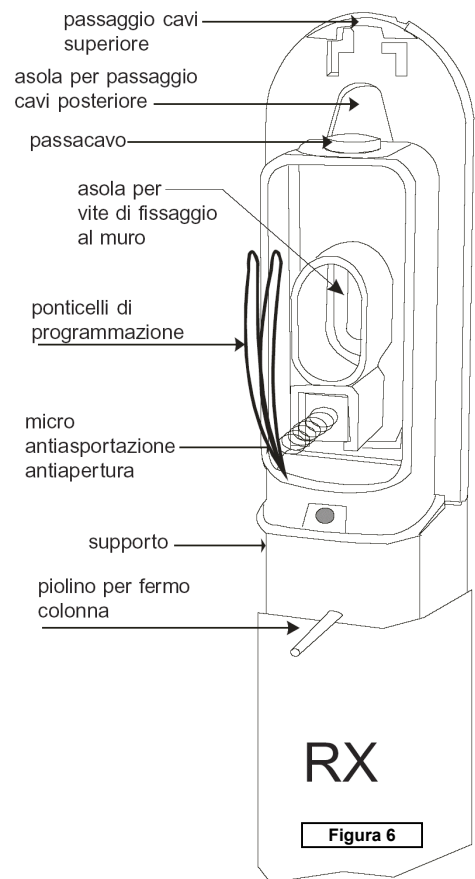

Figura 6
- Per fissare le colonne al muro inserire le viti di fissaggio nelle apposite asole e serrarle (figura 6)
- Se si desidera utilizzare il passaggio cavi posteriore, far scorrere il cavo nell'apposita asola (figura 6)
- Tagliare i piolini fermo colonna (presenti su RX e TX) avendo cura di eliminare ogni eventuale traccia di bava residua, evitando così di pregiudicare la compensazione delle dilatazioni termiche (figura 6)